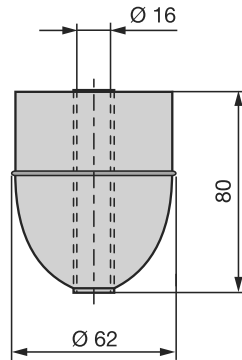

图 3-7: 浮子, 区域 0
- 图 3-7 至 3-10
为了测量区域 0 中的液位，只允许将在此列举的浮子用作位置编码器， ➔ 图 3-7 至 3-10。